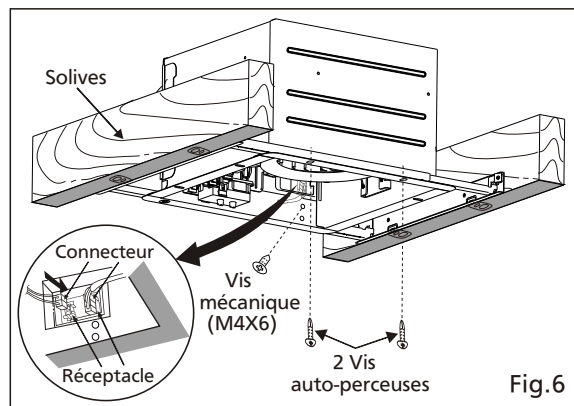

Fig.6
8. Insérez le boîtier du ventilateur et glissez dans l'adaptateur cpl avec une certaine force, jusqu'à ce que la bride recouvre le support Flex-Z Fast™. Fixer le corps du ventilateur au support Flex-Z Fast™ en utilisant deux vis auto-perceuses, connecteur au réceptacle et fixer le corps du ventilateur à l'adaptateur à l'aide de vis mécanique (M4X6). (Voir Fig.6)